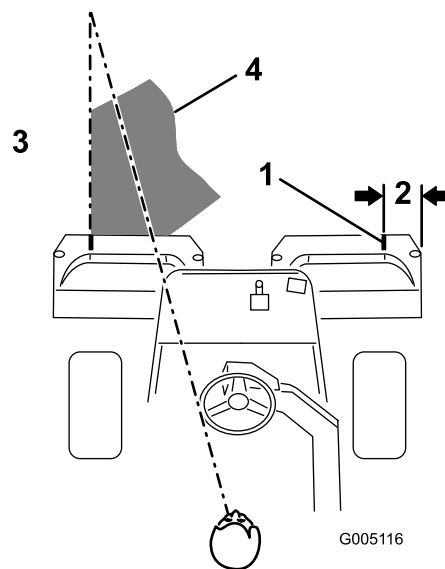

図 24
**注** グリーン内をぶれずにきれいに直進し、刈り込みの済んだ列との距離を一定に保って走るためには、車体前方 1.8 から 3 m のところに視線を置いて、刈り込み済みの済んでいる列にラインを合わせるようにするのがコツです **図 24**。ハンドルを目印にして距離を合わせても良いでしょう。その場合、ハンドルの縁と本機前方の目標ラインとを重ねて見ながら運転します。